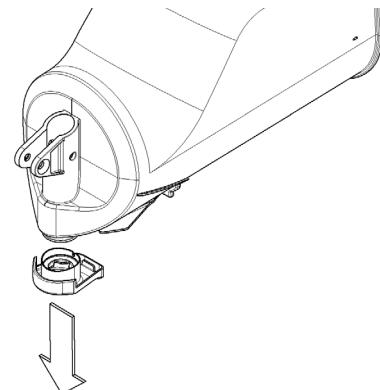

Bild 12
7 Den Durchflussbegrenzer des Behälters entfernen (Bild 12).
- 3** Den Zapfhahn gegenteilig zum Ausbau in (Bild 12) wieder am Behälter montieren.